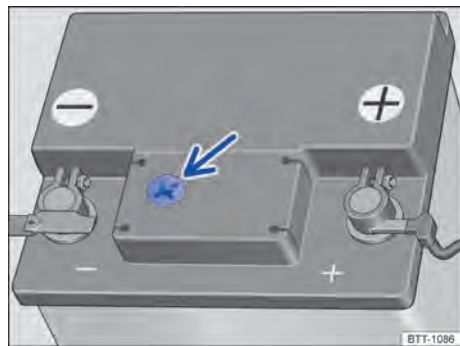

Fig. 226 Visor no lado superior da bateria do veículo 12 V (representação esquemática).
- Providenciar iluminação suficiente para poder identificar o indicador colorido no visor redondo no lado superior da bateria do veículo 12 V → Fig. 226 (seta). Jamais utilizar chamas expostas ou objetos incandescentes como iluminação.